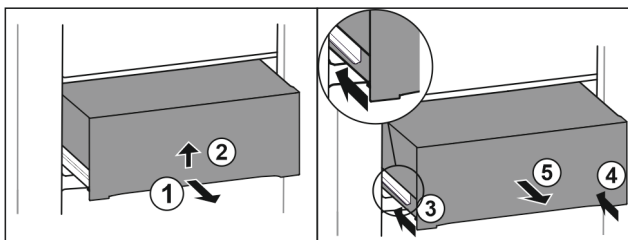

Fig. 35
- ▶ Vytiahnite zásuvku do polovice. Fig. 35 (1)
- ▶ Nadvihnite zásuvku na spodnej strane. Fig. 35 (2)
- ▶ Zasuňte ľavú koľajničku. Fig. 35 (3)
- ▶ Zasuňte pravú koľajničku. Fig. 35 (4)
- ▶ Odoberte zásuvku dopredu. Fig. 35 (5)